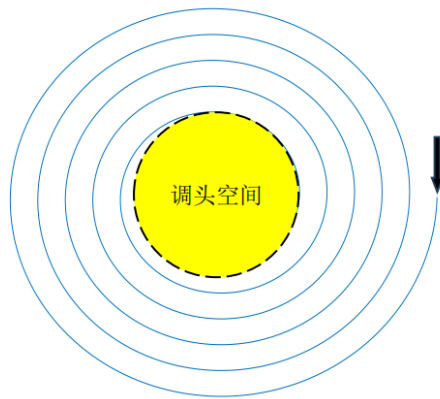

图 5
3. 从盘入到盘出，舞龙队将由顺时针盘入调头切换为逆时针盘出，这需要一定的调头空间。若调头空间是以螺线中心为圆心、直径为 9 m 的圆形区域（见图 5），请确定最小螺距，使得龙头前把手能够沿着相应的螺线盘入到调头空间的边界。